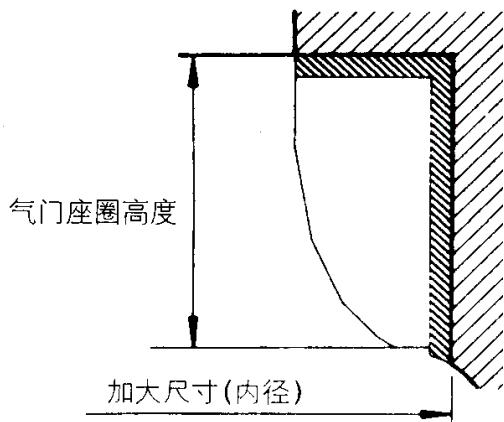

图 2-65 气门座宽度和角度要求
- (3) 在装入气门座之前，加热气缸盖至 250℃左右，或用液态氮冷却气门座，然后再装入，以防止气缸盖孔擦伤。
- (4) 用气门座刀具修整气门座，使其的宽度和角度达到规定要求（图 2-65）。